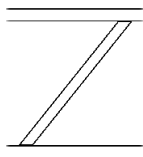

图 5-30 柱在两端连接
(3) 如果柱两端均从中间连接到梁、连接另一个斜柱或附着到轴网，“柱样式”参数将变为“倾斜—端点控制”，结果如图 5-30 所示。